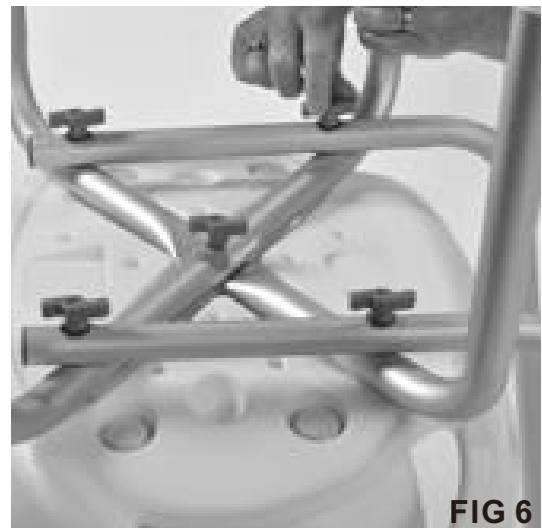

FIG 6
- Wiederholen Sie den Vorgang der Befestigung der Rückenstützstange und der U-förmigen Beinstütze an der Unterseite des Stuhls – mit der zweiten Rückenstützstange (siehe Abb. 6).